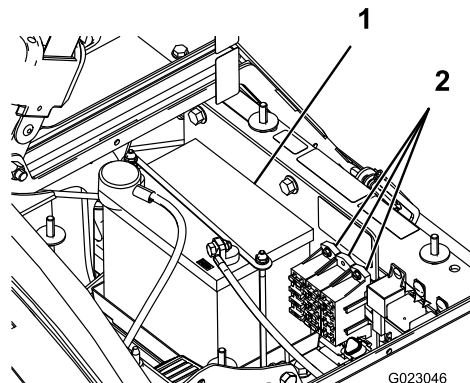

Figure 32
Le système électrique comprend 2 fusibles et 1 emplacement libre situés sous le siège (Figure 32).
2. La batterie est située sur le côté droit de la machine, derrière la pompe (Figure 32).
5. Retirez le dispositif de retenue et les fixations de la batterie (Figure 32).
2. Posez le dispositif de retenue de la batterie et serrez-le avec les fixations retirées précédemment (Figure 32).
4. Posez le couvercle de la batterie et fixez-le à l'aide des 2 boutons (Figure 32).
1. Desserrez les boutons sur les côtés du bac de la batterie et enlevez le couvercle de la batterie (Figure 32).